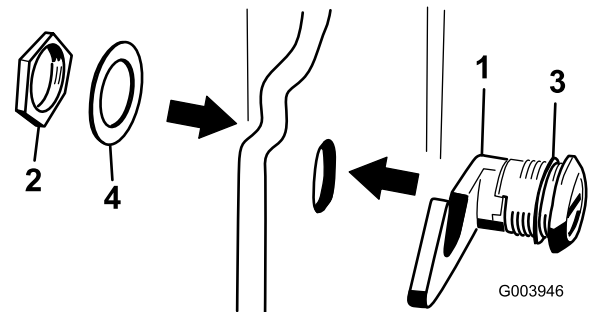

Figure 16
3. Retirez l'écrou du verrou du capot (Figure 16).
4. A l'extérieur du capot, insérez le côté en crochet dans le trou du capot. La rondelle d'étanchéité en caoutchouc doit rester à l'extérieur du capot (Figure 16).